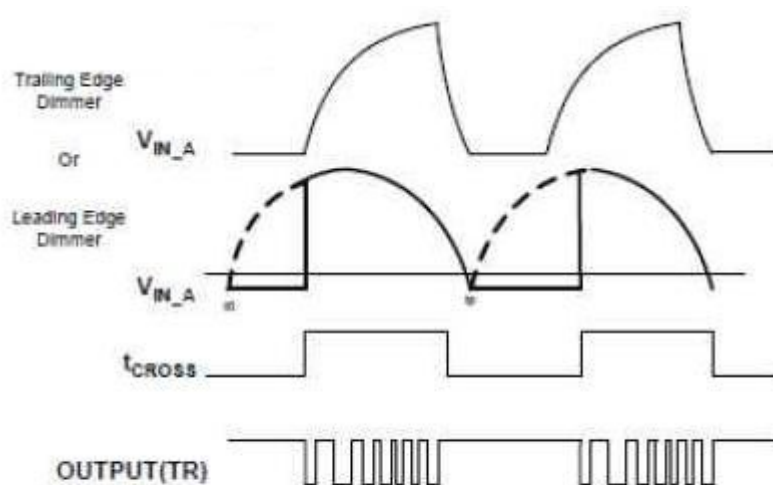

图 4 动态阻抗控制
数字控制技术可以灵活地结合功率因数整流技术和动态阻抗匹配方法。当控制器检测到调光器存在的情况下,根据调光器输出的相位角,控制器提供匹配的阻抗来维持可控硅的导通。在控制相位角判断完成以后,控制器可以利用高阻抗来关断可控硅,同时通过功率因数整流技术来维持输入的波形。图 4 所示后切和前切调光器波形。OUTPUT (TR) 是 Boost 驱动控制。例如当检测到后切波形时,Boost 驱动完全打开,快速地泄放输入端电荷;相反,当前切调光器可控硅关断后,Boost 驱动则缓慢地泄放输入端电荷。在这两种情况下,输入的相位都可以得到完整地恢复。目前市场上很多控制器都要求可控硅导通一个完整的交流周期,对提高调光的效率非常不利。利用数字技术可以大大降低调光的损耗,符合绿色照明的宗旨。